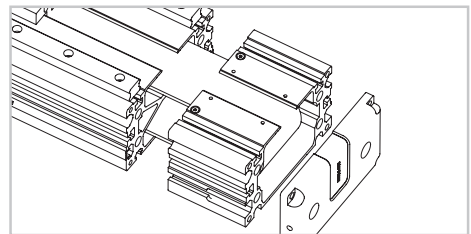

Abb. 12
- 13) Trennen Sie den Umlenkkopf vom Profil und entfernen Sie die Riemenscheibe (Abb. 12).